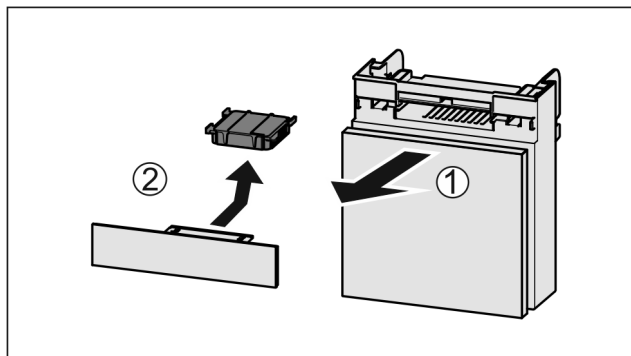

Fig. 76
- ▶ Wyciągnąć Fig. 76 (1) komorę do przodu.
- ▶ Wyjąć Fig. 76 (2) filtr z węglem aktywowanym.